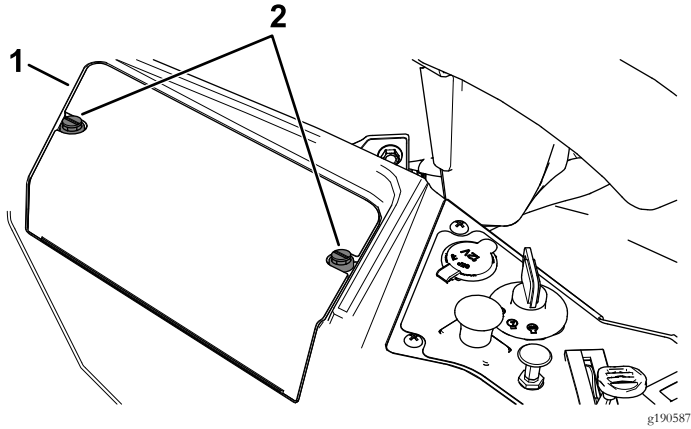

Figura 44
- Afloje $\frac{1}{4}$ de vuelta las 2 fijaciones de la tapa de la batería en el sentido contrario a las agujas del reloj y retire la tapa (Figura 44).
6. Instale la tapa de la batería empujándola hacia abajo y apretando 2 fijaciones en el sentido de las agujas del reloj (Figura 44).